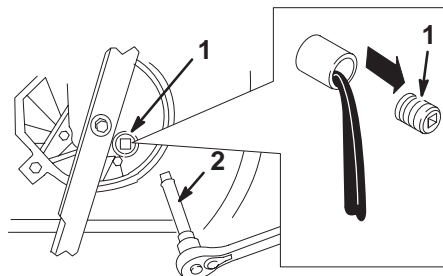

Figure 27
5. Enlevez le bouchon de vidange, remettez la tondeuse dans sa position normale de fonctionnement et laissez l'huile s'écouler dans le bac de vidange (Fig. 27).